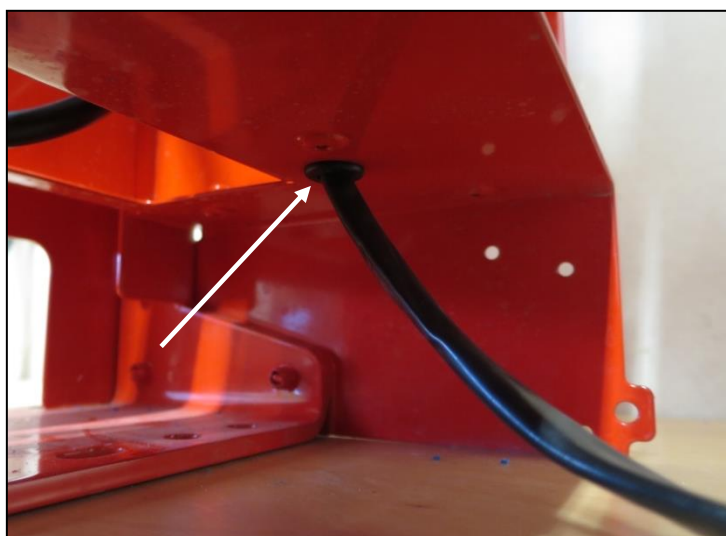

Abb.: 70
- Ziehen Sie nun das Kabel des Streutellermotors aus der Durchführungstülle heraus (Abb.: 70).